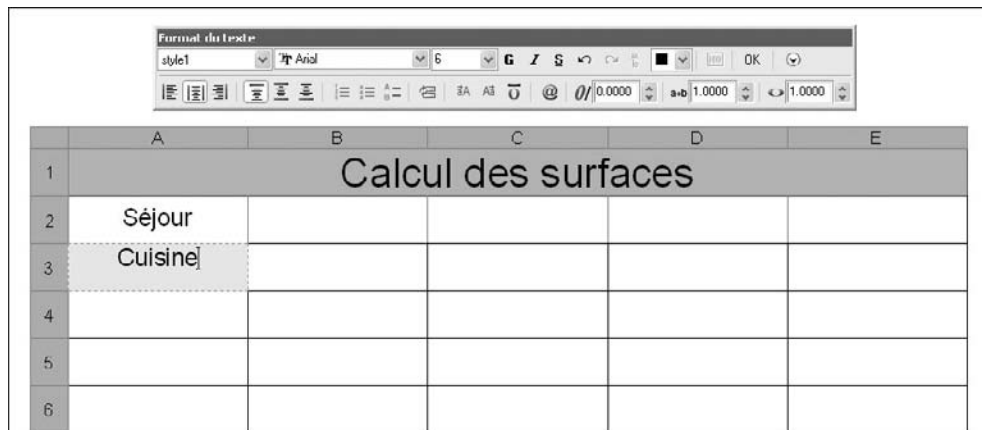

Fig.12.24
- 1 Faire un double clic dans une cellule du tableau et commencer à entrer du texte (fig.12.24).